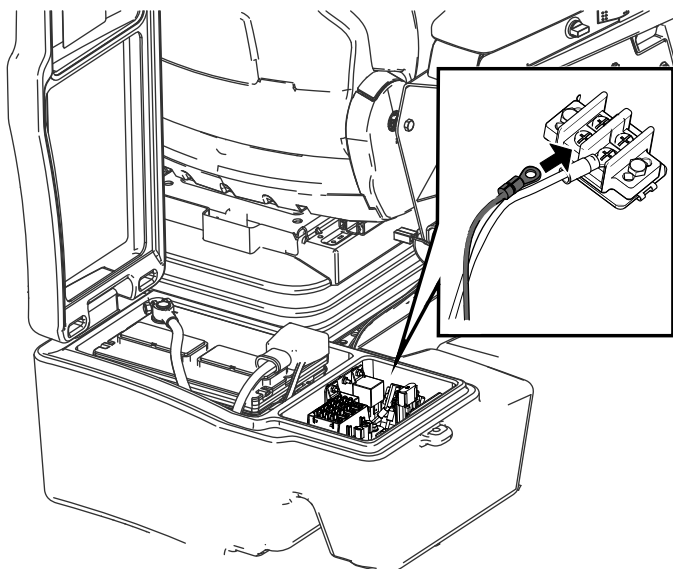

Figura 25
5. Conecte el conector de anillo al bloque de terminales de tierra, según se muestra en Figura 25.